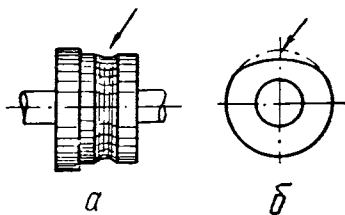

Рис. 1. Характерные виды выработок у контактных колец и у коллектора
1) равномерная выработка по всей окружности (чаще всего у коллектора), образующая канавку или несколько канавок (рис. 1, а);
2) увеличенный износ с одной стороны окружности (в основном у контактных колец — рис. 1, б);